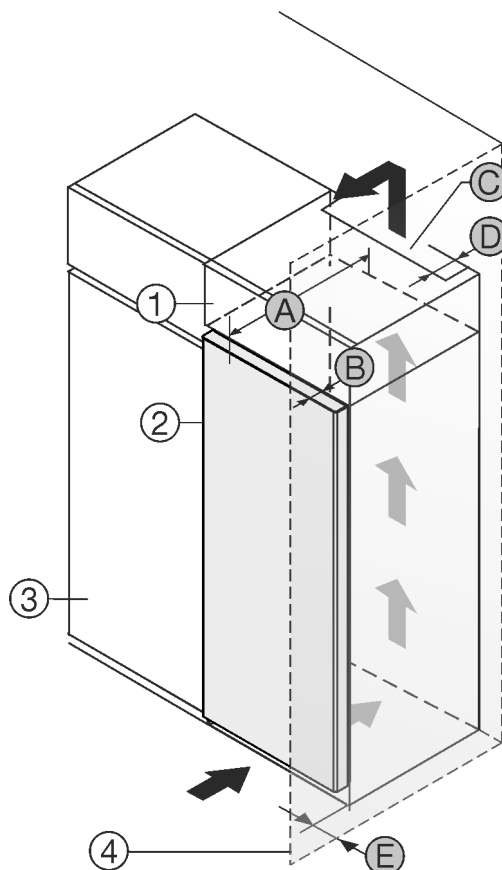

Fig. 1
Můžete přístroj nainstalovat přímo vedle kuchyňské skřínky Fig. 1 (3)*
Na zadní straně nastavné skřínky musí být větrací šachta hluboká Fig. 1 (D) přes celou šířku nastavné skřínky.*
Pod stropem místnosti musí být dodržen větrací průřez Fig. 1 (C)*
Když přístroj instalujete závěsy vedle stěny Fig. 1 (4), musí být vzdálenost mezi přístrojem a stěnou minimálně 13 mm.*
Když přístroj instalujete závěsy vedle stěny Fig. 1 (4), musí být vzdálenost mezi přístrojem a stěnou minimálně 20 mm.*
Aby bylo možné dvířka plně otevřít, musí přístroj přesahovat o hloubku dvířek Fig. 1 (B) vůči přední linii kuchyňské skřínky. V závislosti na hloubce kuchyňských skříněk Fig. 1 (3) a použití vymezovačů odstupů od stěny může přístroj vyčnívat dále.*